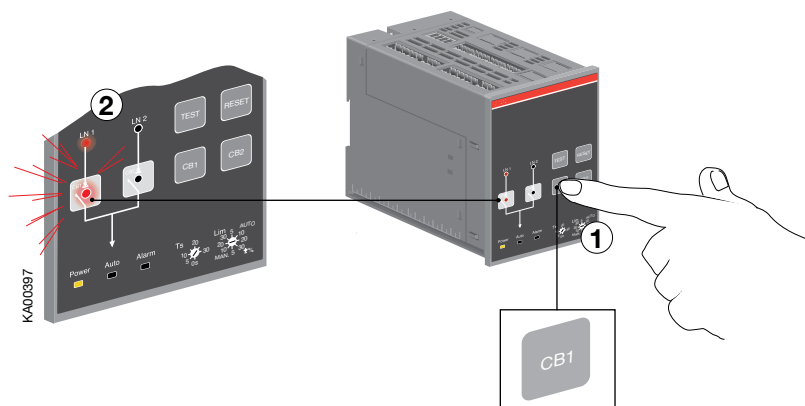

Abbildung 4.2 Wahl der Stromversorgungsleitung mittels ATS021 bei Handbetrieb
- Wenn man die Taste CB1 (siehe Abbildung 4.2/①) drückt, wird der Leistungsschalter CB1 in die EIN-Stellung (LED CB1 ON, LED LN1 ON, siehe Abbildung 4.2/②) gebracht und der Leistungsschalter CB2 befindet sich in der AUS-Stellung. Falls der Leistungsschalter CB1 sich schon in der EIN-Stellung befindet, ist die LED von CB1 ON (siehe Abb. 4.2). Während der Netzumschaltung blinkt die LED von Leistungsschalter CB1 zu 50% auf ON und zu 50% auf OFF. Falls der Leistungsschalter CB1 sich schon in der EIN-Stellung befindet, wird der Leistungsschalter CB1 beim Drücken der Taste CB1 ausgeschaltet.